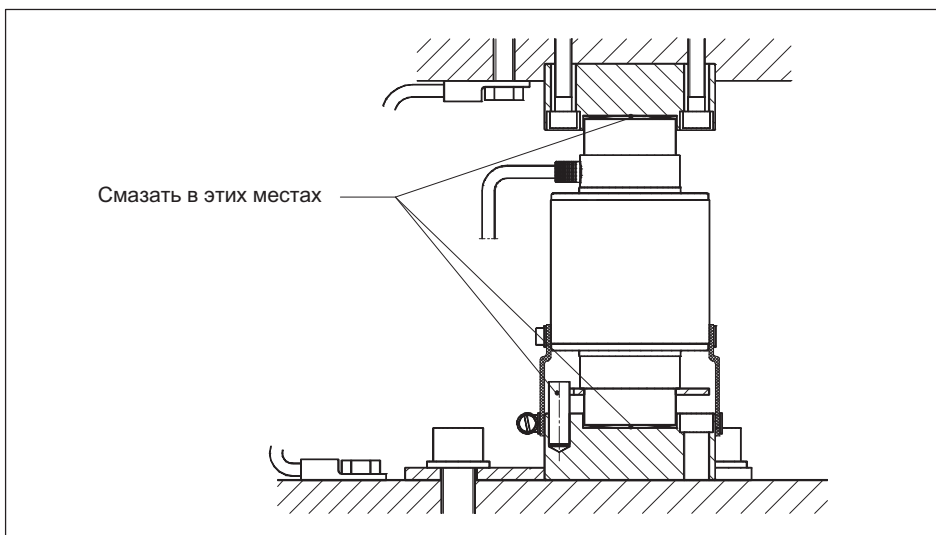

Рис. 6.2 Места смазки
- ▶ Для защиты от износа, загрязнения и коррозии обильно смажьте имеющейся в комплекте смазкой верхние и нижние устройства приложения нагрузки в нагрузочном гнезде, а также распорный штифт и стопор вращения на весовом тензодатчике (Рис. 6.2).